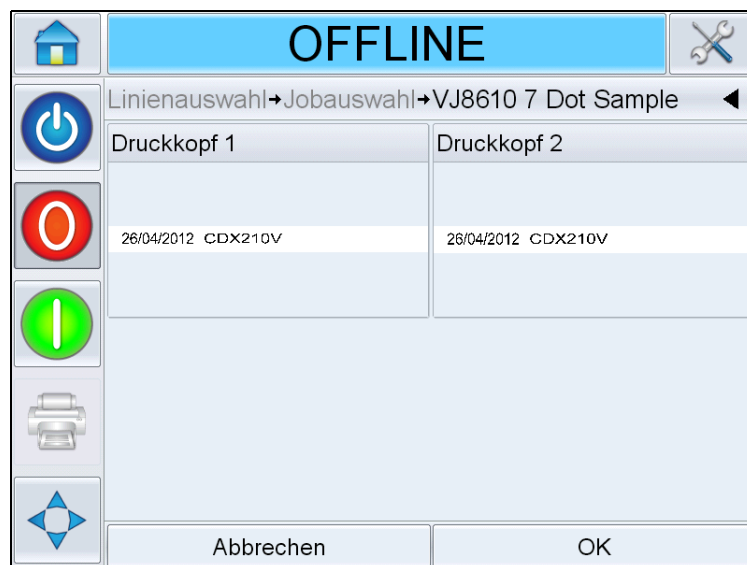

Abbildung 6-17: Vorschau der Jobauswahl
- c. Sie können den zugewiesenen Job in einer Vorschau anzeigen (siehe Abbildung 6-17).